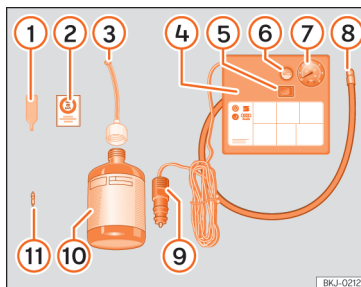

Abb. 68 Prinzipdarstellung: Bestandteile des Pannensets
- Ventilkegel und Ventileinsatz vom Reifenventil abschrauben. Verwenden Sie den Ventileinsatzdreher » » **Abb. 68 ①** zum Heraus-schrauben des Ventileinsatzes. Legen Sie den Ventileinsatz auf einem sauberen Untergrund ab.
- Reifendichtmittelflasche kräftig schütteln » » **Abb. 68 ⑩**.
- Schrauben Sie den Einfüllschlauch » » **Abb. 68 ③** auf die Dichtmittelflasche. Die
- Verschlussstopfen vom Einfüllschlauch » » **Abb. 68 ③** entfernen und das offene Ende ganz auf das Reifenventil stecken.
- Ventileinsatz mit dem Ventileinsatzdreher » » **Abb. 68 ①** wieder in das Reifenventil schrauben.
- Reifenfüllschlauch » » **Abb. 68 ⑧** des Luftkompressors fest auf das Reifenventil schrauben.
- Prüfen, ob die Luftablassschraube » » **Abb. 68 ⑥** zuge dreht ist.
- Stecker » » **Abb. 68 ⑨** in die 12 Volt-Steckdose des Fahrzeugs stecken » » Seite 166.
- Luftkompressor mit dem EIN- und AUS-Schalter » » **Abb. 68 ⑤** einschalten.